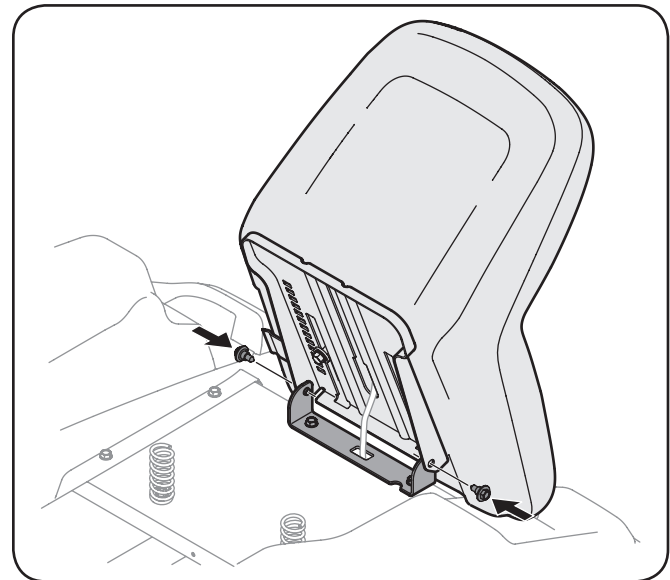

Figura 3-5
3. Gire el asiento en su posición y asegure el asiento en su lugar con los pernos de reborde que extrajo antes. Tenga cuidado de no doblar o dañar el cableado mientras instala el asiento. Consulte la Figura 3-5.
2. Retire las tuercas de seguridad con brida de la plataforma. No extraiga las tuercas a presión ni los pernos del carro, dejarlos en su lugar facilitará la instalación del canal. Vea la Figura 3-5.